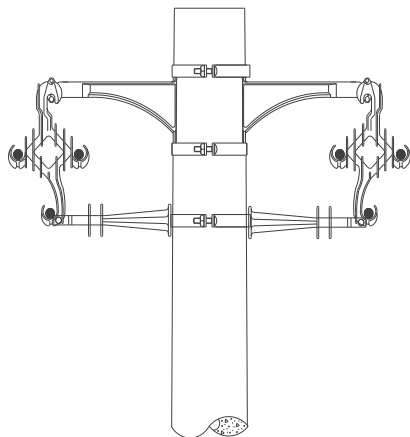
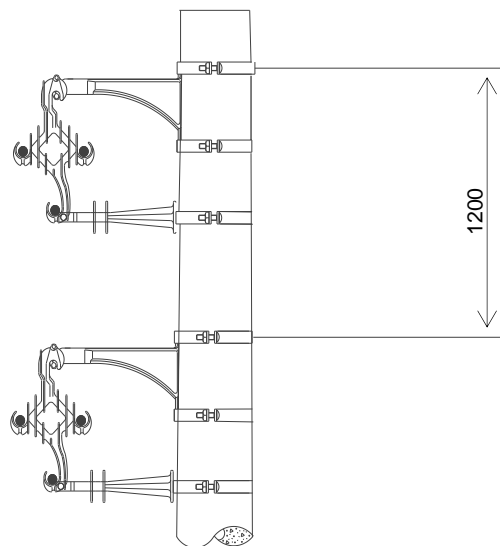

Figura 3.1 – Circuito duplo horizontal
Figura 3.2 – Circuito duplo vertical
- a. Preferencialmente, afim de minimizar o esforço no poste, a rede compacta com circuito duplo deve ser construída no mesmo nível e em lados opostos do poste como ilustra a Figura 3.1. Alternativamente pode-se construir conforme mostrado na Figura 3.2.